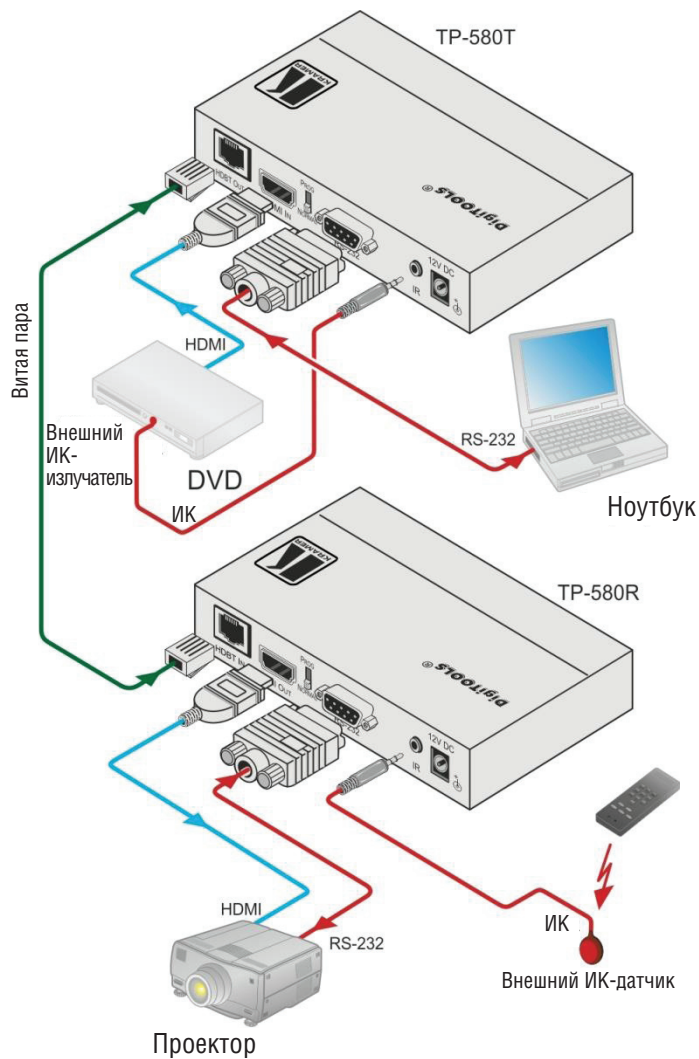

Рис. 3. Подсоединение прямо-передающей системы TP-580T/TP-580R
Имеется возможность использования передатчика сигналов HDMI, RS-232 и ИК в кабель витой пары HDMI **TP-580T** совместно с приемником сигналов HDMI, RS-232 и ИК в кабель витой пары HDMI **TP-580R** для построения прямо-передающей системы HDMI (см. пример на рис. 3).
5. Подсоедините сетевой адаптер на 12 В постоянного тока к разъему электропитания, а адаптер — к электросети (на рис. 3 не показан).
10. Подсоедините сетевой адаптер 12 В постоянного тока к разъему электропитания, а адаптер — к электросети (на рис. 3 не показан).